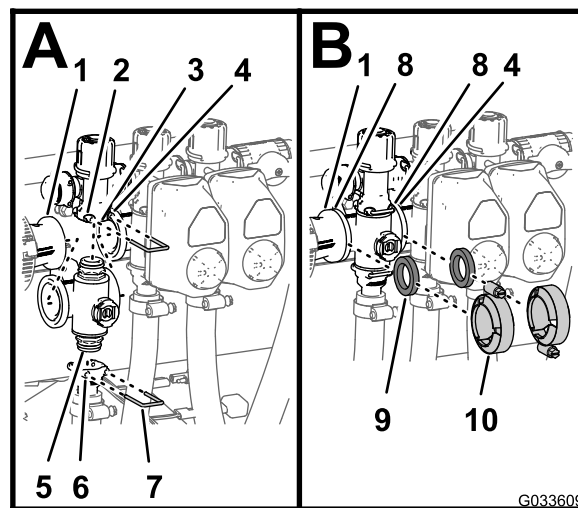

Figura 128
1. Inserite il raccordo del tappo terminale superiore della valvola del collettore nel raccordo di bypass (Figura 128 A).
2. Fissate il raccordo del tappo terminale al raccordo di bypass inserendo un fermo nella presa del raccordo di bypass (Figura 128 A).
3. Montate il raccordo di uscita sul raccordo del tappo terminale inferiore della valvola del collettore (Figura 128 A).